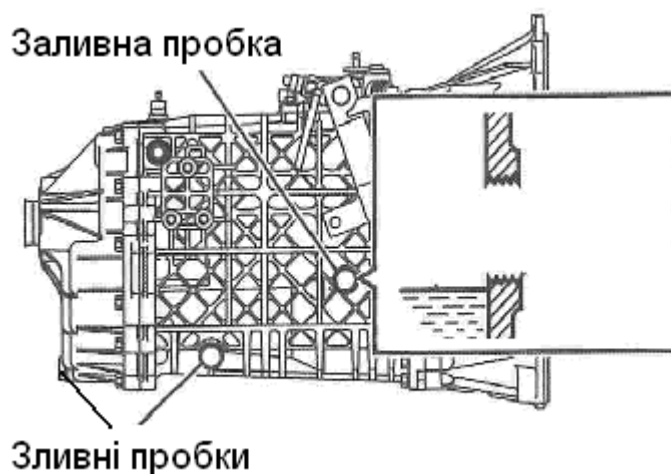

Рисунок 12.7.5.1 – Заливна і зливні пробки на КПП
1. Зніміть заливну пробку (рис. 12.7.5.2).